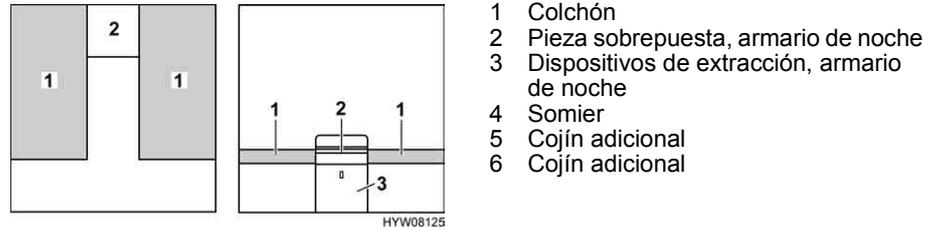

Fig. 67 Antes de la transformación
- Quitar la pieza sobrepuesta del armario de noche (Fig. 67,2) y depositarla a un lado.